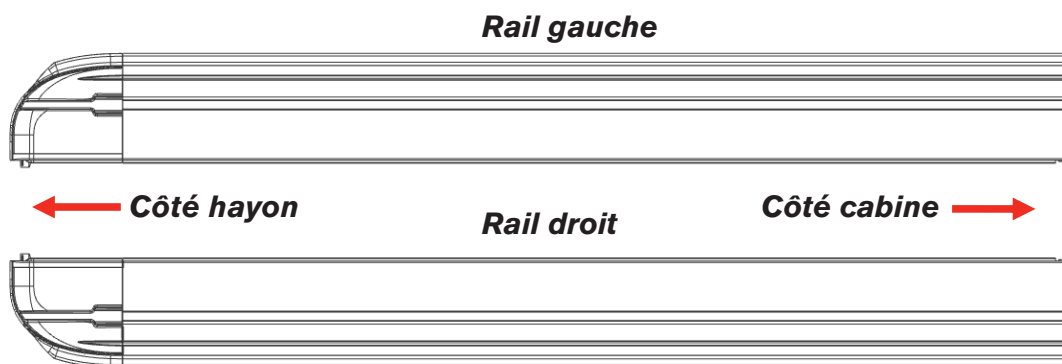

FIG. 5A
- Distinguer ensuite le rail gauche du rail droit (Fig. 5A); l'aile et la mousse du rail doivent être orientées du côté extérieur de la caisse.